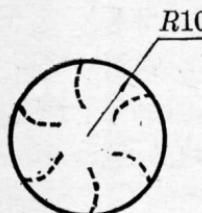
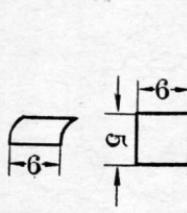
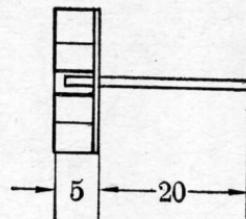

图 1
图 2
图 3
用铁皮箍把吸蚊圆筒箍在柄座上，并在柄上装上电池和开关，即成吸蚊器(图 1)。
1. 制叶轮 i. 在马口铁皮上画一半径为 10 毫米的圆，并照图 1 把圆画成六等分。这些等分线就是装轮叶的位置。
iii. 剪取 5×6 (毫米)² 马口铁皮六小块，照图2的样子弯成瓦片状，作为轮叶，然后把六片轮叶按图 1 圆片中虚线所示的位置，一一焊牢。轮叶也必须与圆片垂直。叶轮做好后，就象图 3 的样子。